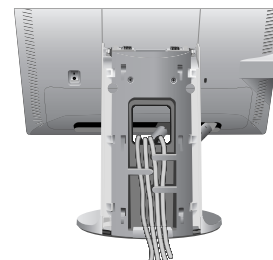

Figure C.5
7. Placez tous les câbles à l'intérieur des crochets (**Figure C.5**).